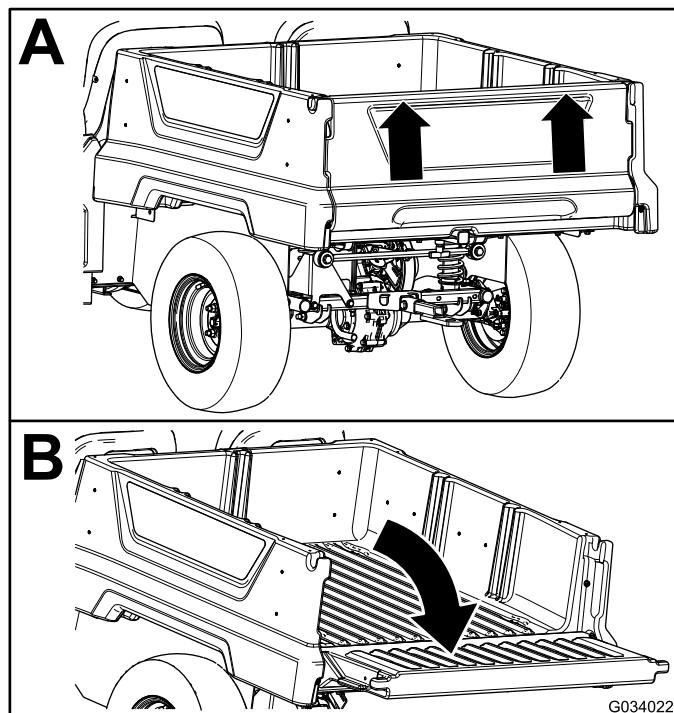

Figure 17
2. Soulevez le hayon des deux mains en le prenant par le bord supérieur (Figure 17).
3. Baissez le hayon jusqu'à ce qu'il soit au même niveau que le fond du plateau de chargement (Figure 17).